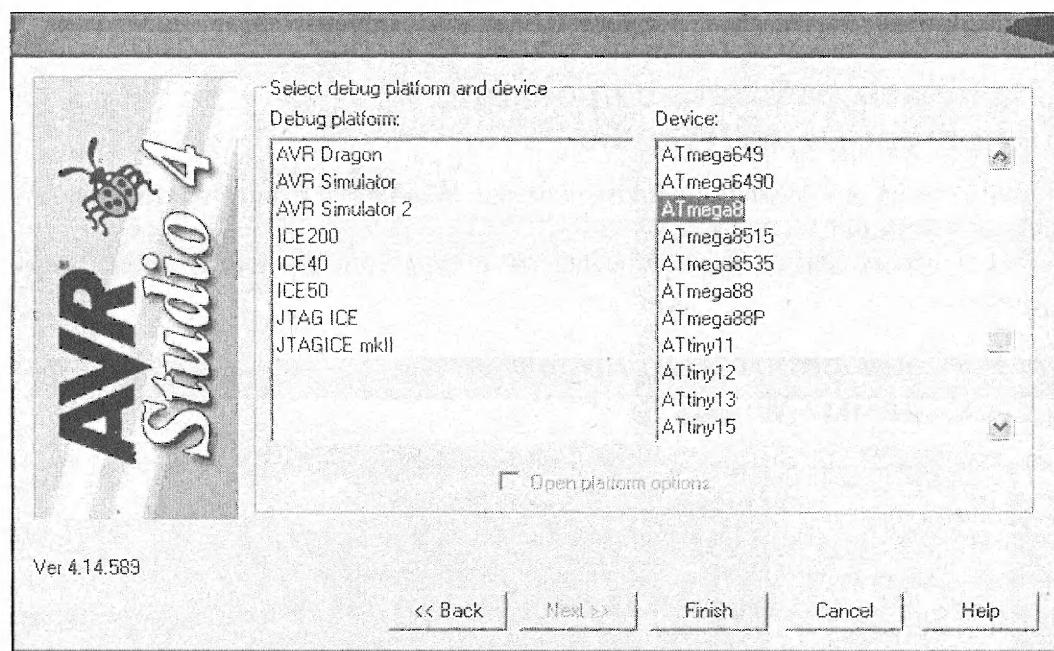

Рис. 1.32. Выбор контроллера в AVR Studio
3. Появится следующее всплывающее меню (рис. 1.32). Выберите пункт **AVR Simulator** и в разделе **Device** укажите подходящий контроллер. Щелкните кнопку **Finish**, и вы увидите, что главный исходный файл открыт и в нем можно писать ваш код.